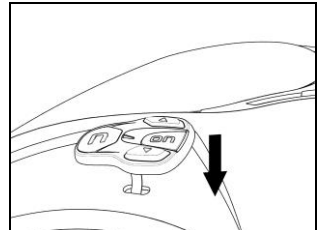

Abb. 26
- Führen Sie das Kabel der Tastenvorrichtung durch die auf der Außenfläche der Helmschale vorhandene Öffnung (Abb. 26).